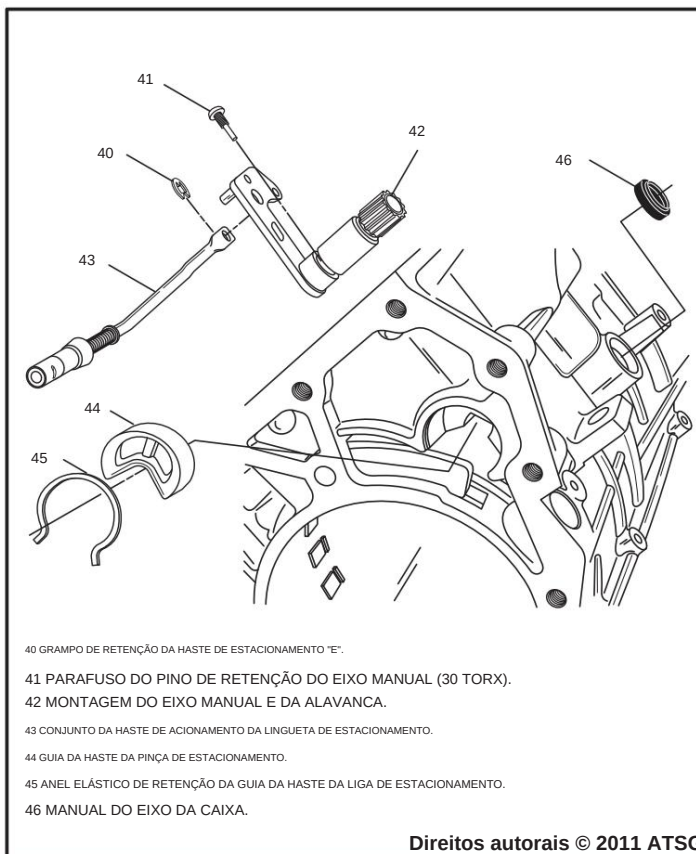

Figura 56
49. Remova e descarte o retentor do eixo manual, conforme mostrado na Figura 56.